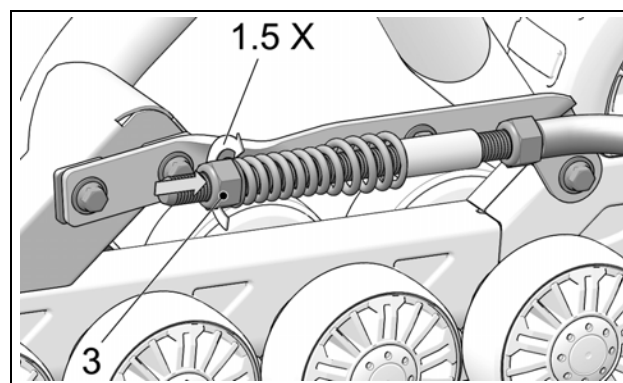

Figure 14
- Tourner l'écrou (3) jusqu'à ce qu'il entre en contact avec le ressort. Comprimer ensuite le ressort en tournant l'écrou de 1,5 tour. Voir la Figure 14.